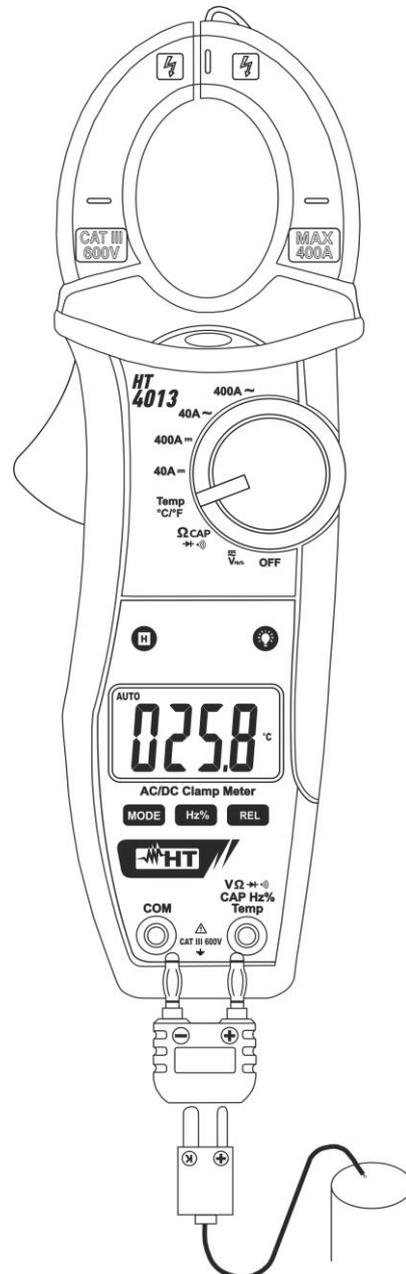

Fig. 9: Utilização da pinça na Medição de Temperaturas com sonda K
3. Inserir a sonda tipo K (fornecida) no terminal de entrada **VΩ→←CAPHz%Temp** e **COM** através do respetivo adaptador, respeitando a polaridade mostrada na Fig. 9. O valor da temperatura é mostrado no display.